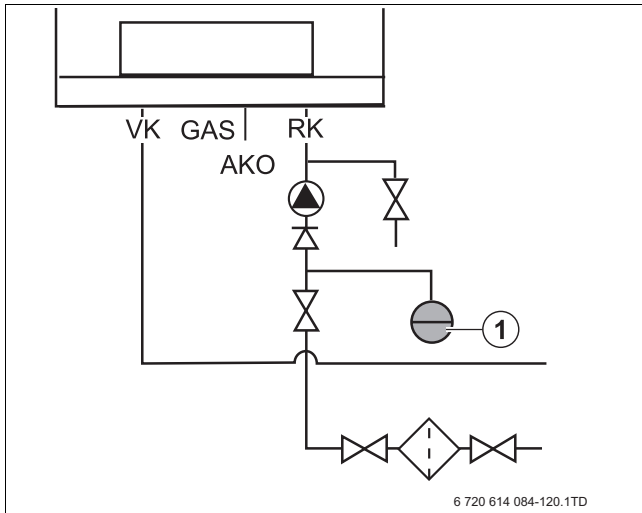

Fig. 17 Racord vas de expansiune fără butelie de egalizare
- ▶ Racordați vasul de expansiune [1] în returul aparatului (→ fig. 17).